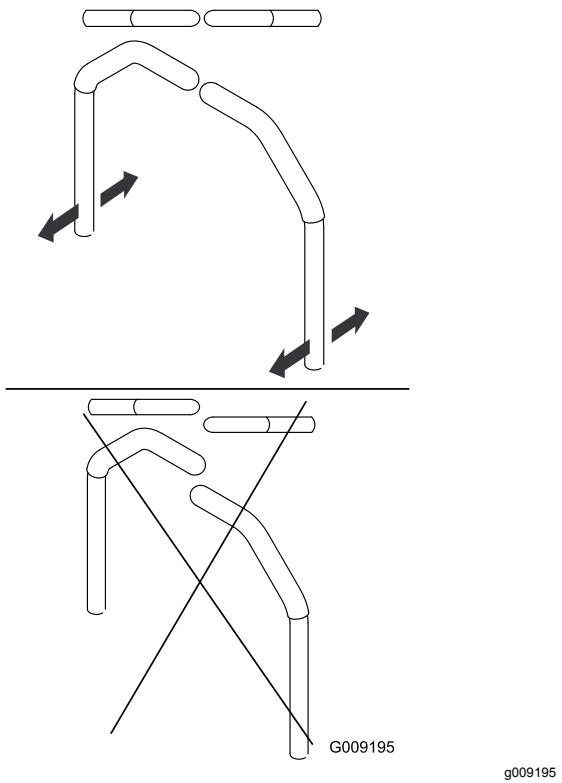

Figura 60
3. Alinhe a posição da frente para a retaguarda dos manípulos ao juntá-los na posição de ponto morto e ao fazê-los deslizar até estarem alinhados (Figura 60).